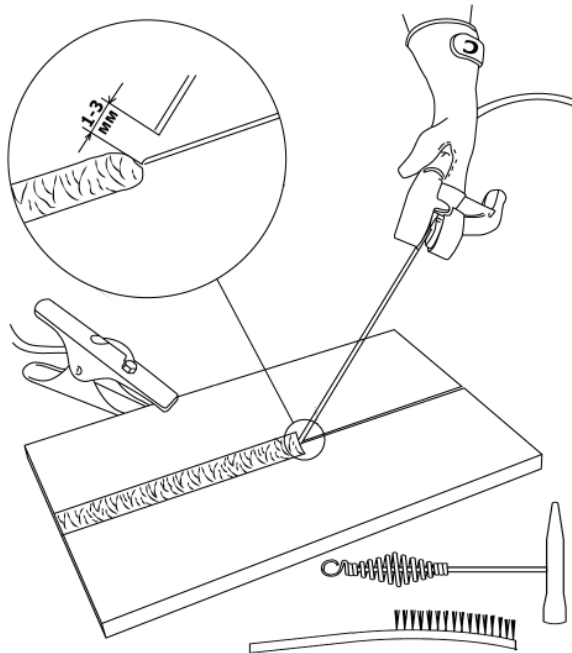

Рис. 10.1.1. Перед началом работы.
- 4.** Начинайте сварочный процесс (См. рис. 10.1.1).
Перед началом работы не забудьте проверить следующее (См. рис. 10.1.1):